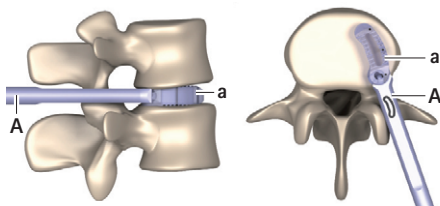

Rys. 9 Implant w podstawce do napełniania implantów
- ▶ Włożyć implant **a** w podstawkę do napełniania implantów **E**, patrz Rys. 9. Zwrócić przy tym uwagę na długość implantu (napis na podstawce do napełniania implantów L26/L30/L34).